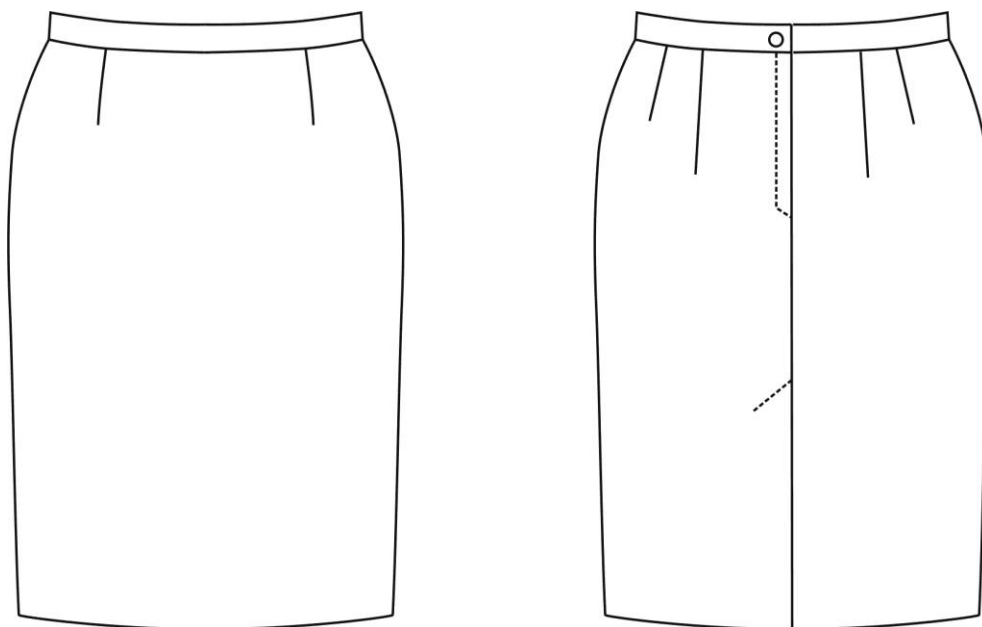

Рисунок 2
**Спідниця** (рисунок 2) на підкладці, пряма, тришовна, з пришивним поясом, який застібається на обметану петлю і гудзик.